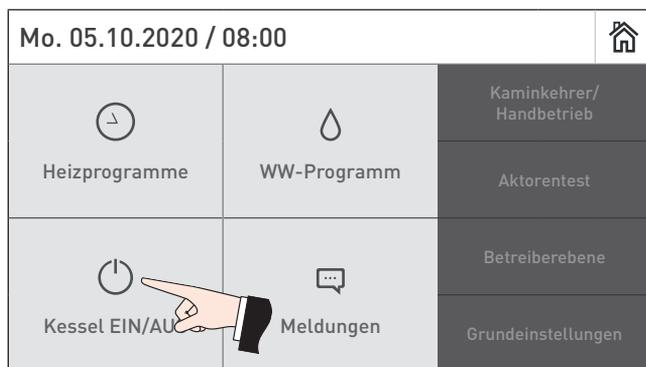

Fig. 30 BioWIN 2 Touch ausschalten
- ▶ Kessel mittels EIN/AUS-Taste am InfoWIN Touch ausschalten (Fig. 30 – siehe auch Bedienungsanleitung InfoWIN Touch) und warten bis der Ausbrandbetrieb fertig ist (ca. 20 min).